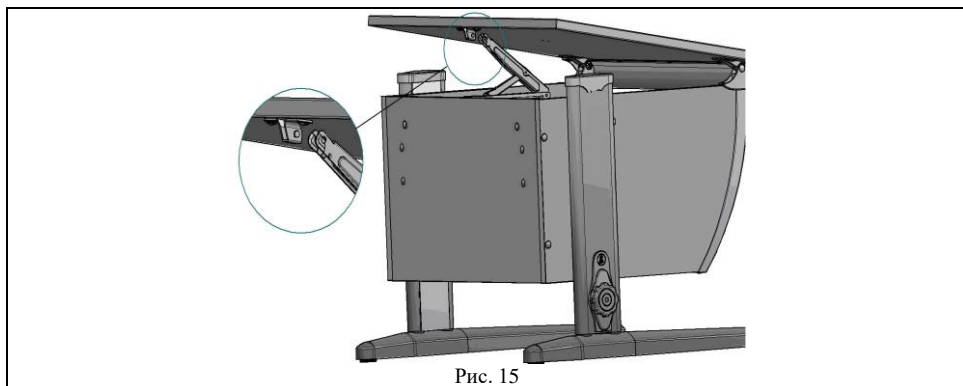

Рис. 15
5.7.1 Фиксатор столешницы Multiflex верхней частью ввести в кронштейн верхний. (Согласно рис. 15; 15а)
Рис. 15а